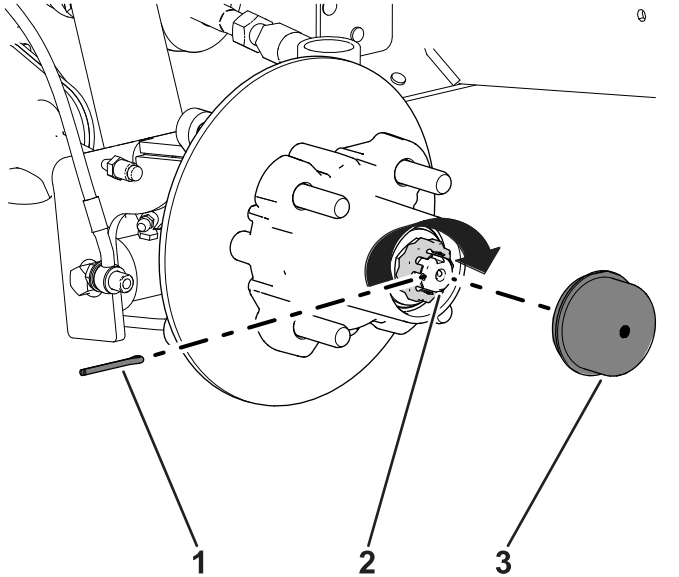

Figure 40
- Placez l'arrêt d'écrou sur l'écrou et vérifiez que la fente dans l'arrêt et le trou dans la fusée sont alignés afin de pouvoir insérer la goupille fendue (Figure 40).
- Insérez la goupille fendue et repliez chacune de ses pattes autour de l'arrêt d'écrou (Figure 40).
- Reposez le couvre-moyeu sur le moyeu (Figure 40).